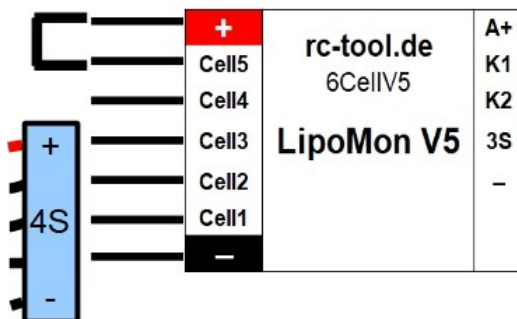

Abbildung 6: LED1-Mode Programmierung
1. Stecken Sie einen Kurzschlussstecker (Jumper) auf die Anschlüsse „Cell5“ und „+“ Ihres LipoMon-V5 (Abbildung 6).